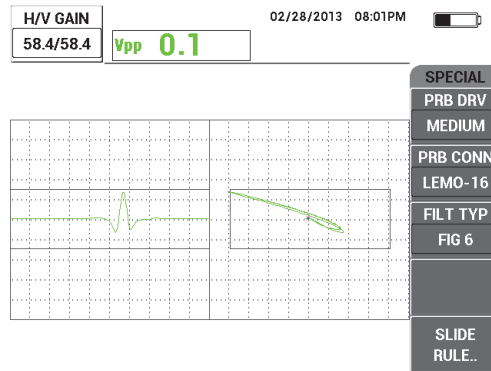

Figura 5-65 Ajuste de ganho
7. Pressione a tecla GAIN (**dB**) e, em seguida, reduza o ganho horizontal até que o sinal do sulco fique dentro da primeira divisão horizontal (10% horizontal) [veja Figura 5-65 na página 178].